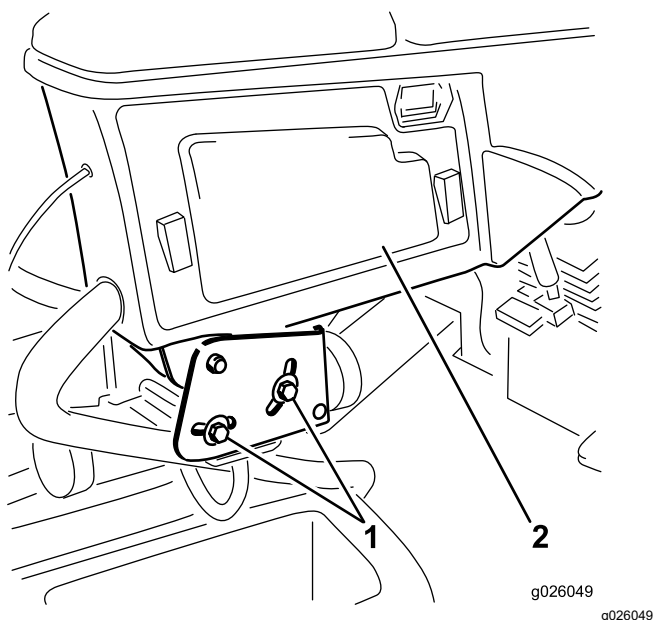

Bild 1
4. Entfernen Sie die zwei Einstellschrauben, mit denen der Steuerarm an der Sitzhalterung befestigt ist (**Bild 1**). Legen Sie den Steuerarm vorsichtig zur Seite.
5. Befestigen Sie den Steuerarm mit den zwei vorher entfernten Einstellschrauben des Steuerarms (Bild 1). Stellen Sie sie ggf. ein.
6. Befestigen Sie die Zugangsplatte am Steuerarm (Bild 1).